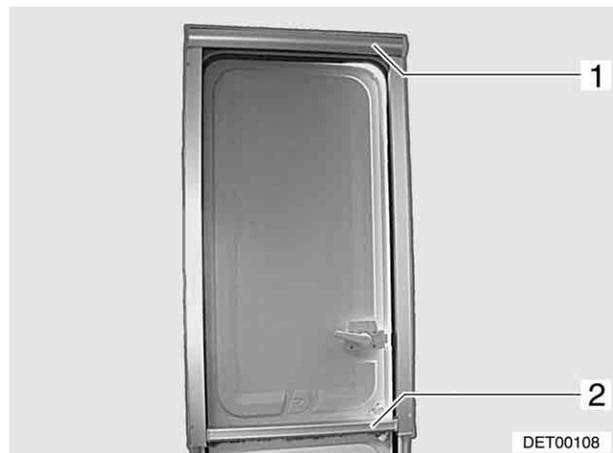

Bild 23 Insektenschutzrollo
Das Insektenschutzrollo der geteilten Eingangstür befindet sich im oberen Rollokasten (Bild 23,1).
- Insektenschutzrollo an der Leiste (Bild 23,2) nach unten ziehen, bis es einrastet.
- Leiste (Bild 23,2) etwas nach unten drücken, bis sich die Arretierung löst.